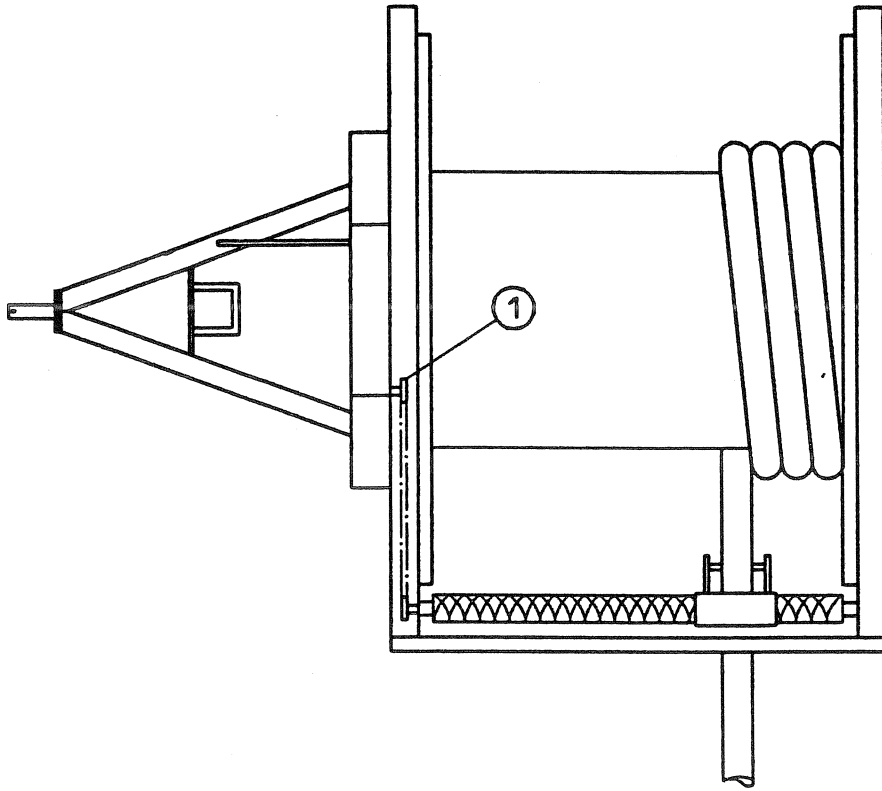
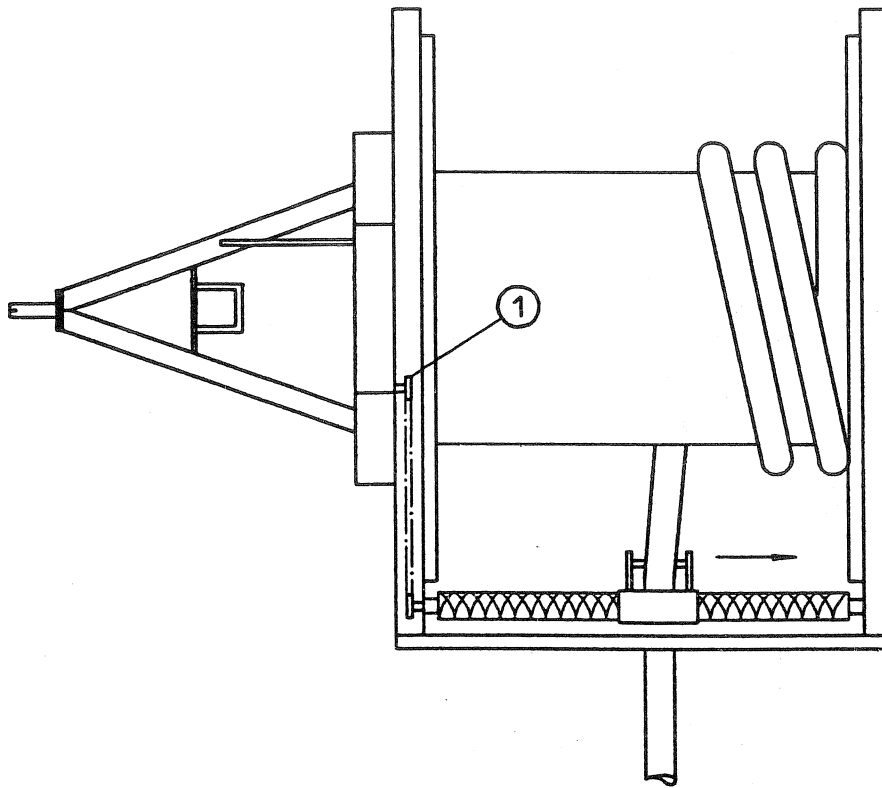

FIG 5
FIG 6
Il est important de vérifier de la première position si l'enroulement s'effectue selon les règles de l'art. Pour cela, le guide tuyau doit placer la spire qui s'enroule tout contre la spire précédente (fig 5). Si l'enroulement s'effectue comme il est montré à la figure 6 il faut alors intervenir immédiatement.
Arrêter la machine. Détendre la chaîne (pos 1, fig 5 ou 6) et désengager celle-ci du pignon de la vis de répartition, laquelle sera alors actionnée manuellement dans l'un ou l'autre sens. La spire engagée dans le guide tuyau doit chevaucher la spire précédente d'un demi-diamètre. Elle doit toujours avoir du retard.